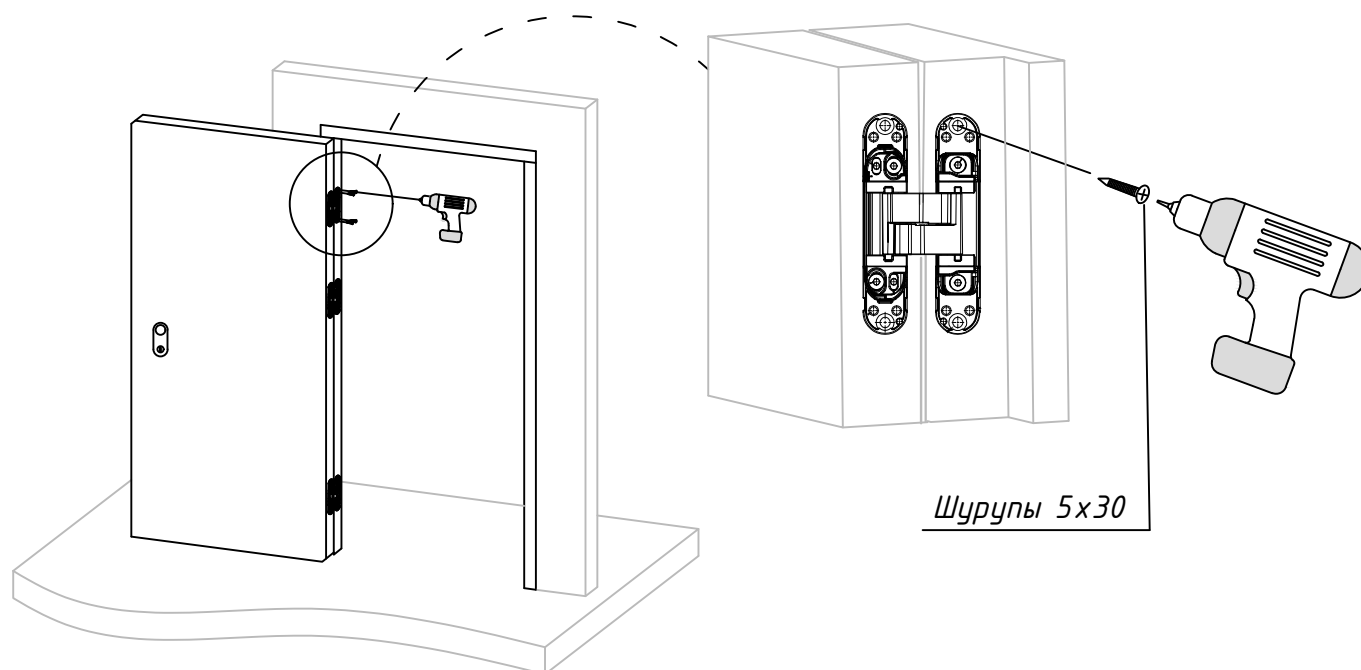

Рис. 5
3.2. Установите дверное полотно с петлями в соответствующие пазы на дверной коробке, согласно маркировке, и зафиксируйте их шурупами 5х30 (см. рис. 5), предварительно просверлив отверстия диаметром 3мм.